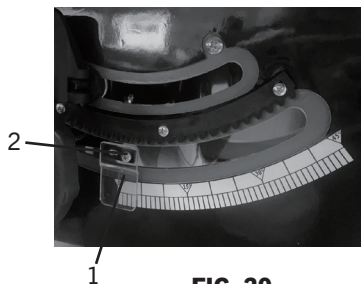

FIG. 20
Si la lame est à un angle de 90° et que l'indicateur de biseau (1) (Fig.20) n'indique pas 0° sur l'échelle, un réglage peut être effectué,
3. Desserrez la vis (2) (Fig. 20) qui fixe l'indicateur de biseau (1). Réajustez la position de l'indicateur d'angle d'inclinaison du biseau pour qu'il soit aligné avec le 0° de l'échelle de biseau.
4. Serrez la vis (2) (Fig. 20).